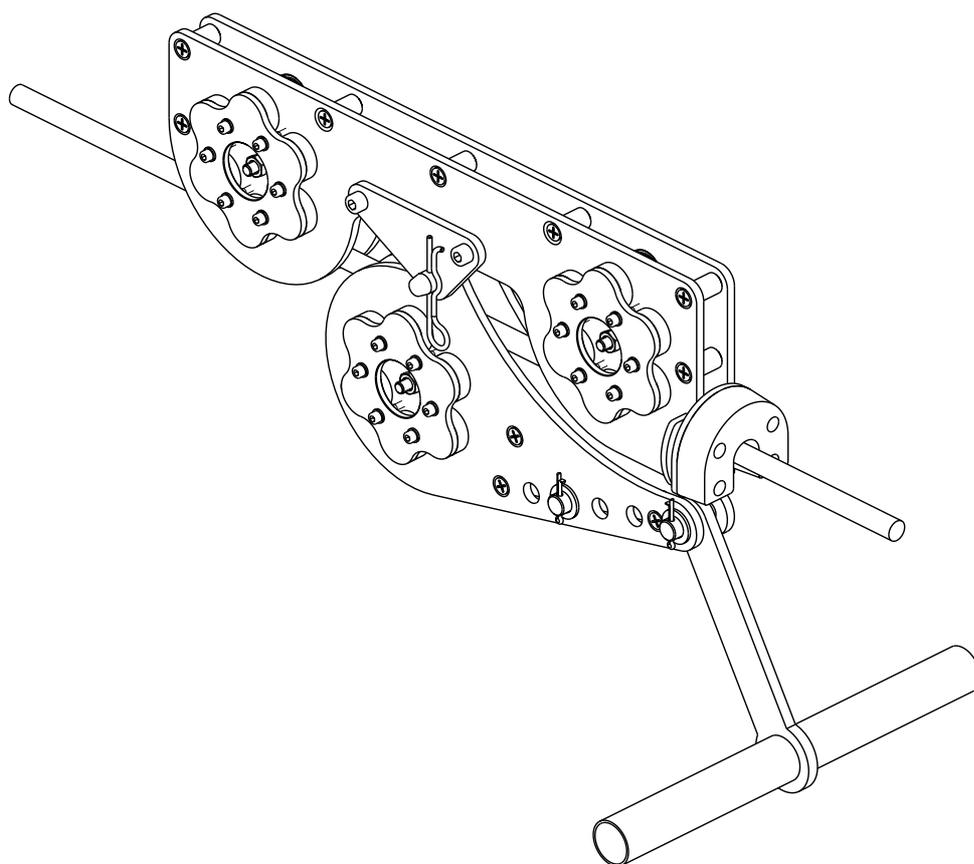

Рис. 8: Зафиксировать прижимной блок.
3. Зафиксировать прижимной блок - рис. 8;